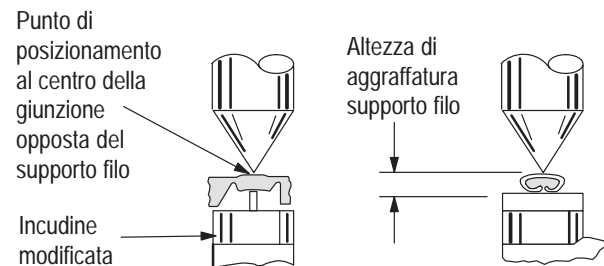

Figura 3
Il controllo dell'altezza di aggraffatura richiede l'utilizzo di un micrometro con incudine modificata come indicato nella figura 3.
3. Mediante l'utilizzo di un comparatore misurare l'altezza di aggraffatura del supporto del filo, come indicato nella figura 3. Se l'altezza di aggraffatura corrisponde a quella indicata sull'attrezzo, le dimensioni di quest'ultimo sono corrette. In caso contrario, inviare l'attrezzo alla Tyco Electronics al fine di eventuali riparazioni (fare riferimento al capitolo 5).